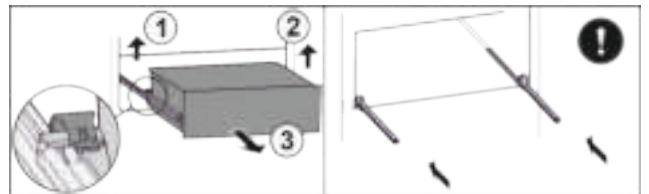

Fig. 33\*
- ▶ Schuiflade links loskoppelen Fig. 33 (1).\*
- ▶ Rechts loskoppelen Fig. 33 (2).\*
- ▶ Er naar voren toe uitnemen Fig. 33 (3).\*